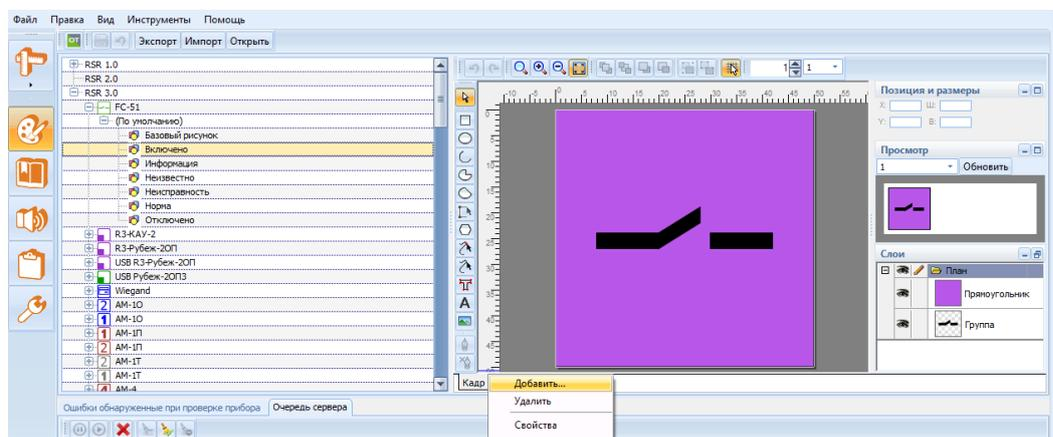

Рисунок 17.9 – Добавление кадра для состояния устройства «Неизвестно»
- 2) открыть контекстное меню на закладке **Кадр 1** в нижней части окна графического редактора и выбрать команду **Добавить** (рисунок 17.9).